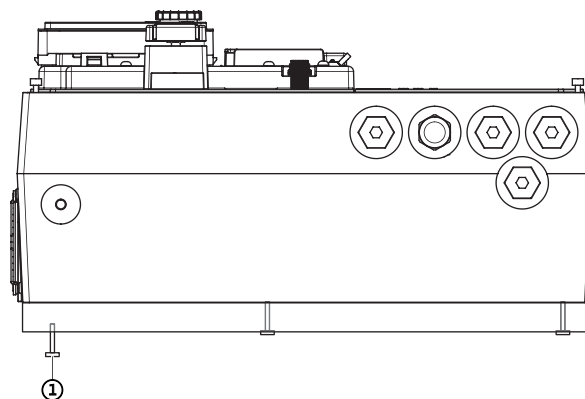

Fig. 115: Adapterplatte lösen
6. Schrauben der Adapterplatte an Elektronikmodulunterseite (Fig. 115, Pos 1) lösen.